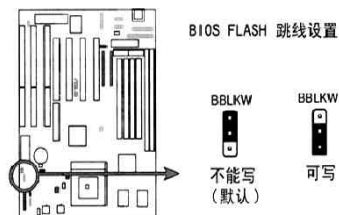

图 5
4. 关掉计算机电源,打开机箱,如图 5 所示,将 BIOS Flash 的跳线开关设置成